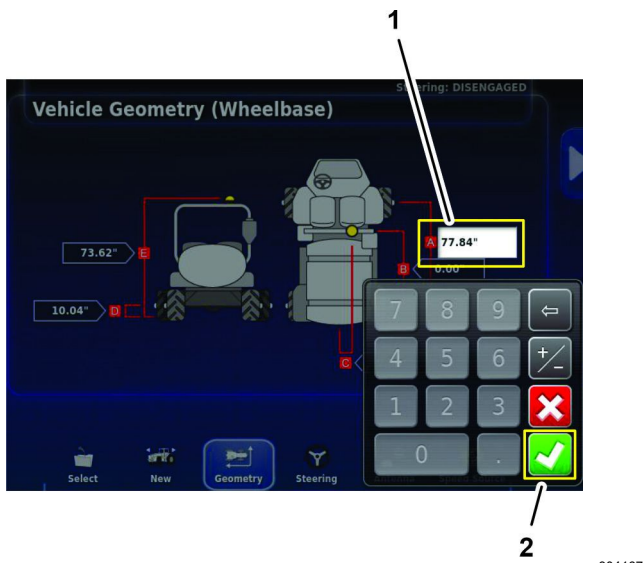

Figura 189
1. Pulse el icono Línea central de los ejes delantero y trasero (A), utilice el teclado en pantalla para introducir la medida que anotó en el formulario de geometría del vehículo Medición de la geometría del vehículo \(página 86\), y pulse el icono Confirmar (Figura 189).